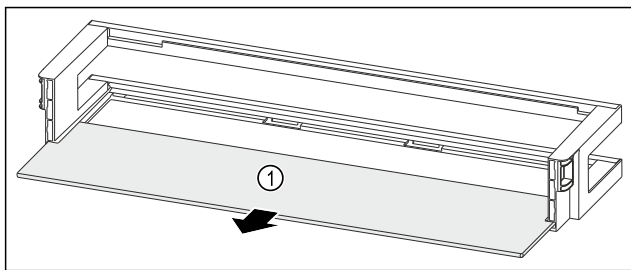

Fig. 145 Дверная полка со съемной полкой
- ▶ Извлеките съемную полку Fig. 145 (1).